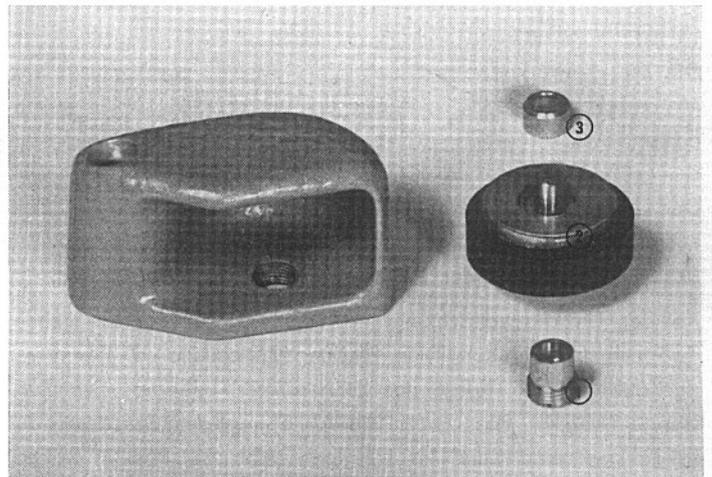

Abb. 10
**Ausbau:** Kreuzschlitzschraube (Abb. 2, Pos. 15) herausschrauben und das Gehäuse mit der Gummirolle nach oben abziehen. Zum Ausbau der Rolle eine Madenschraube lösen und Schraube (Abb. 10, Pos. 1) entfernen. Dann das Gehäuse mit der Unterseite leicht auf eine Tischplatte stoßen damit die Achse herausfällt. Danach kann die Gummirolle aus dem Gehäuse herausgenommen werden (Abb. 10, Pos. 2).
**Zusammenbau:** Abstandsröllchen (Abb. 10, Pos. 3) unter Zwischenlage einer Stahlscheibe in die Ausdrehung der Gummirolle legen und in das Gehäuse einfügen. Auf die andere Seite der Gummirolle ebenfalls eine Stahlscheibe einsetzen und Achse durchstecken. Dann Schraube (Abb. 10, Pos. 1) soweit einschrauben, bis die Gummirolle etwa 0,1 mm Höhenspiel hat und keine Verklemmung der Rolle beim Durchdrehen eintritt. Zum Schluß Madenschraube wieder festziehen. Es ist darauf zu achten, daß die Gummirollenachse parallel zur Tonwelle ausgerichtet ist.